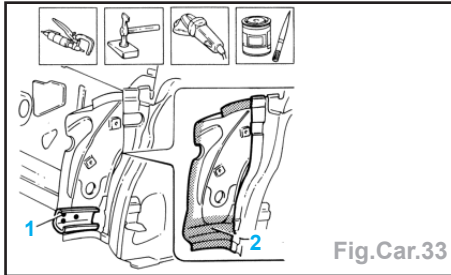

Fig.Car.33
- Découper la tôle de fermeture à la scie circulaire en suivant la ligne de découpe indiquée (2).
- Faire sauter les points de soudure (3) à l'aide d'une fraiseuse et enlever le morceau de tôle.
- A l'aide d'une fraiseuse, faire sauter les points de soudure (1) puis déposer la découpe du renfort (Fig.Car.33).